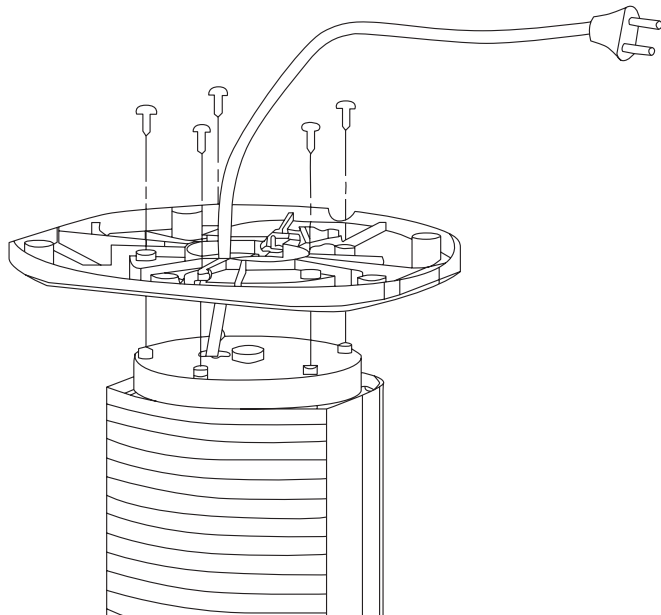

FIGURE 1
1. Faites passer le cordon électrique dans le trou central de la base. Faites correspondre les trous de la base avec ceux de la tour, puis insérez les vis pour fixer la base en place (Figure 1).